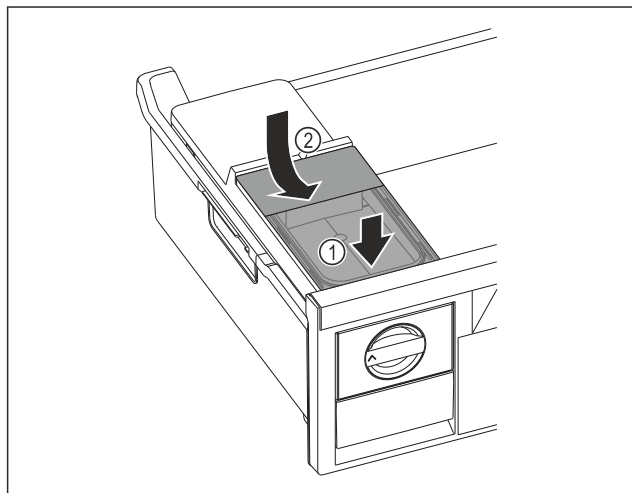

Fig. 104
- ▶ Zbiornik wody wsunąć od przodu. Fig. 104 (1)
- ▶ Zbiornik wody opuścić z tyłu. Fig. 104 (2)